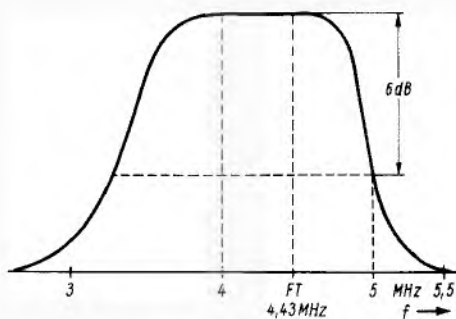

Bild 115. Gesamtdurchlaßkurve Bild-Zf-Verstärker - Farbarteverstärker
- Amplitude des Zusatzträgers so einstellen, daß sich die Gesamtdurchlaßkurve ergibt (Bild 115).